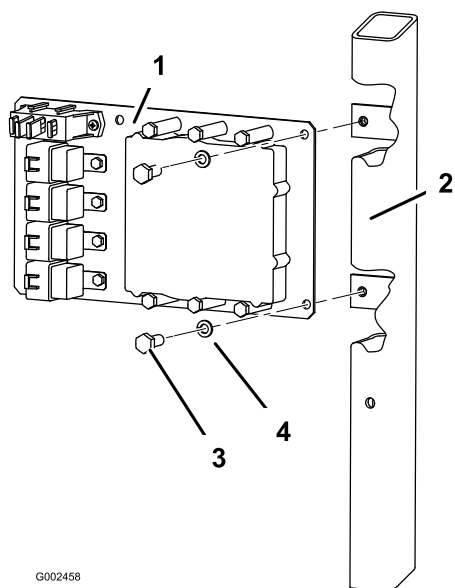

Figura 10
- B. Para el Multi Pro 5600 y 5700 instale la placa de montaje usando 2 pernos (5/16 x 3/4 pulgada) y 2 arandelas de freno, (5/16 pulgada) según se muestra en Figura 10.